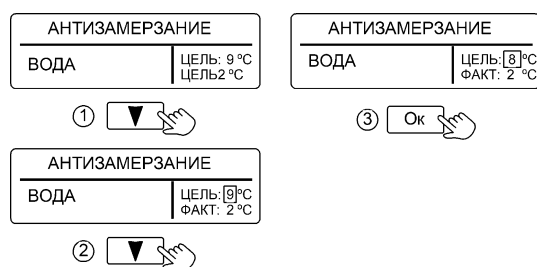

Рисунок 6. Настройка режима «АНТИЗАМЕРЗАНИЕ»
10.1 «АНТИЗАМЕРЗАНИЕ» – режим поддержания минимальной температуры теплоносителя. Применяется для экономии электроэнергии и исключения заморозания теплоносителя в системе (например, когда в помещении отсутствуют люди). Активация режима указана в п. 8. Имеется возможность настройки температуры теплоносителя (см. рис. 6) - температуру можно задать в диапазоне от +8°C до +15°C .